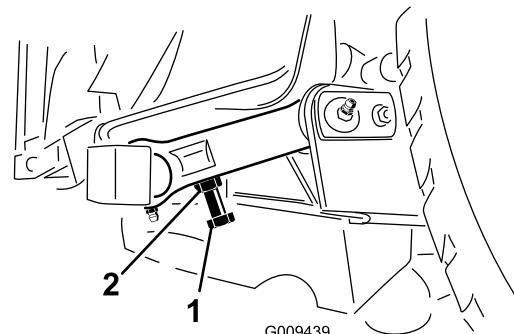

Figura 28
- Para ajustar a distância, localize o parafuso de ajuste existente na ligação articulada posterior da plataforma do cortador (Figura 28).